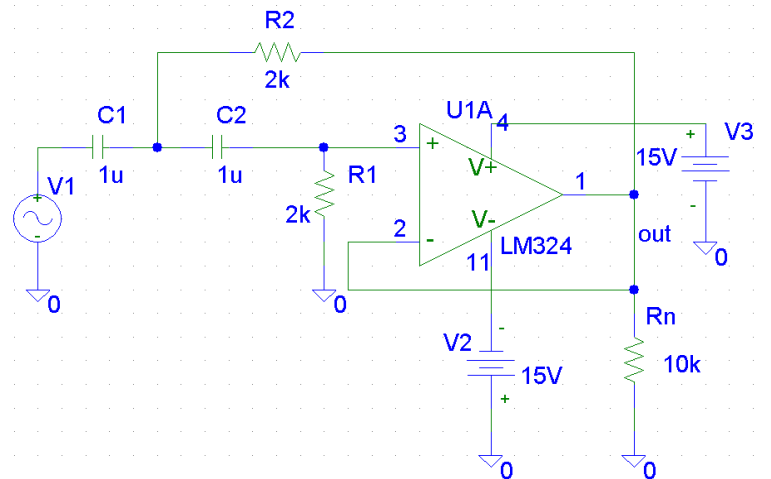

Рис. 3.5. Схема ФВЧ 2-го порядку
2. Визначити параметри й зібрати схему фільтра високої частоти (ФВЧ) із заданою частотою зрізу. (рис. 3.5).
Послідовно з V1 (рис. 3.5) підключити ще один генератор синусоїдальної напруги VSIN. Задати частоту одного генератора у смузі пропускання, сигнал другого генератора у смузі загасання.